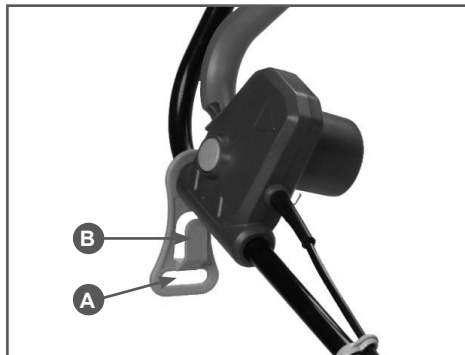

Рис.1 Держатель кабеля
В целях безопасности, во время работы, кабель необходимо зафиксировать в специальном держателе, расположенном на рукоятке газонокосилки (Рис.1).
- Для закрепления кабель сложить петли и ввести в отверстие (А) Рис.1. Затем надеть его на крюк (В) и затянуть до отказа.